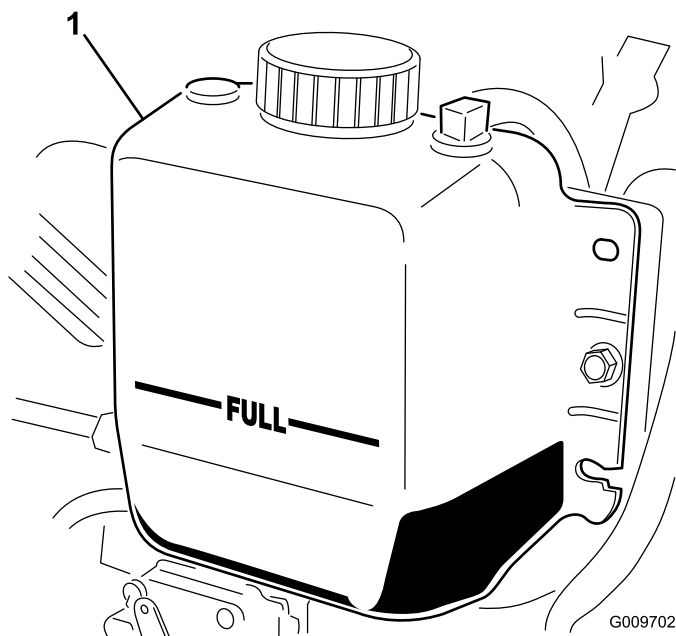

Figure 30
2. Vérifiez le niveau du liquide de refroidissement dans le radiateur. Le radiateur doit être rempli jusqu'en haut du goulot de remplissage et le vase d'expansion jusqu'au repère maximum (Figure 30).